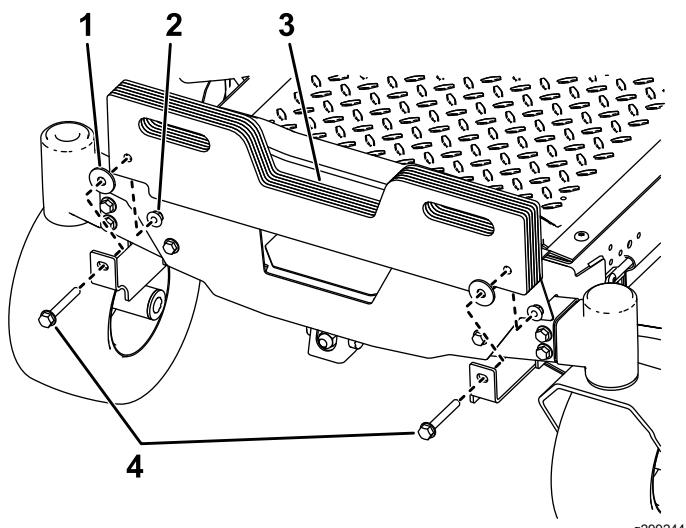

**Figura 4**
1. Montirajte montažne nosače tegova ispod bokova rama pomoću 2 zavrtinja ( $\frac{3}{8} \times 1"$ ) i 2 kontranavrtke ( $\frac{3}{8}"$ ) kao što je prikazano na Figura 4.